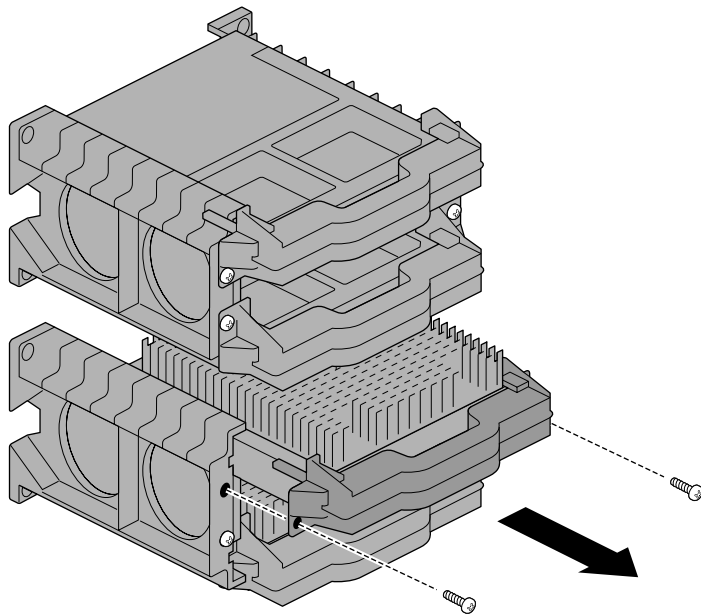

Figura 6-9 Removendo o processador
6. Usando uma chave de fenda Phillips, remova os dois parafusos que fixam o processador no trilho de montagem, como mostrado na Figura 6-9.